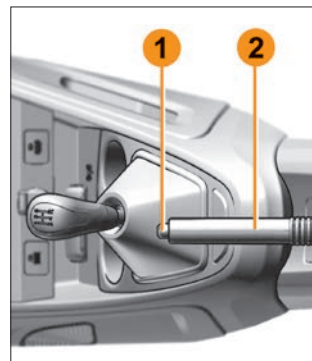

Рис. 3.8.1. Рычаг стояночного тормоза
Включение стояночного тормоза. Потяните рычаг **2** (рис. 3.8.1) вверх и убедитесь, что автомобиль надежно заторможен. Горящий сигнализатор (P) в комбинации приборов указывает на включенный стояночный тормоз.